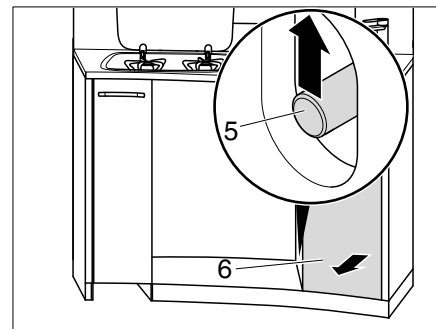

Fig. 134 Déverrouiller le tiroir de cuisine haut
- Passer une main dans l'ouverture et pousser la tige de poussée (Fig. 134,5) vers le haut.